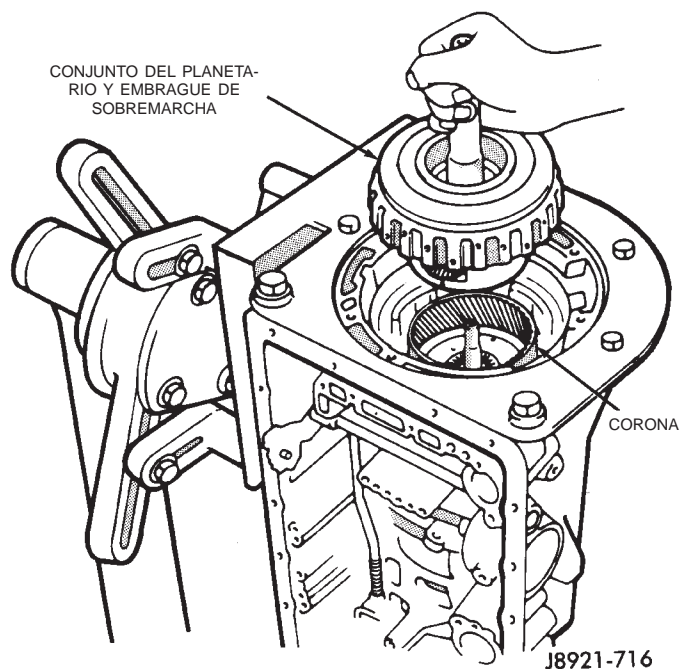

Fig. 168 Instalación del conjunto del planetario y embrague de sobremarcha
(69) Instale el engranaje planetario y el embrague de sobremarcha ensamblados (Fig. 168).